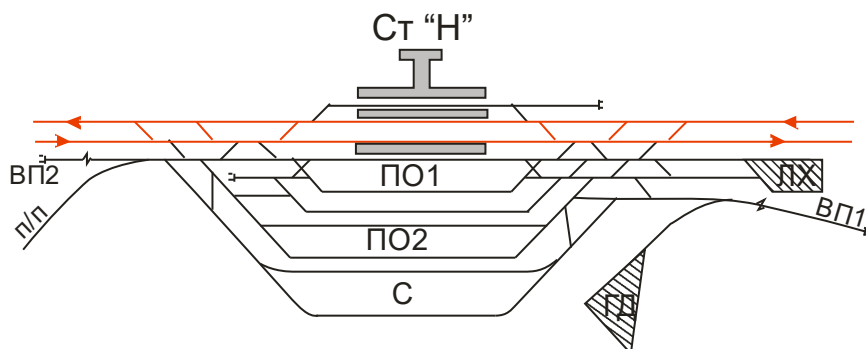

Рисунок 1–Схема участковой станции
1. Схема участковой железнодорожной станции «Н» поперечного типа, расположенной на двухпутной линии (рис.1).